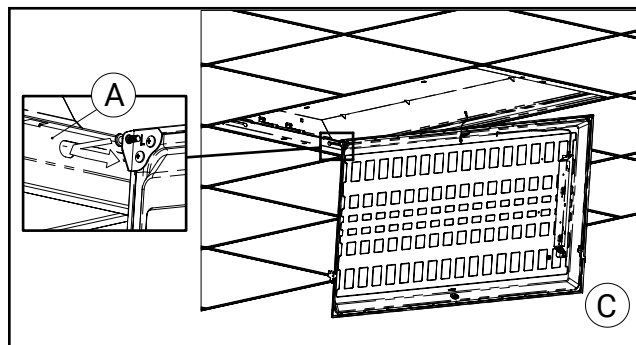

Figure 8.
8. Suivez les étapes ci-dessous pour suspendre le panneau DEL (C) aux rails d'ancrage (A) :
- Insérez complètement la vis à épaulement gauche au début de la rainure de clavette la plus éloignée sur le rail d'ancrage gauche, puis glissez-la environ à mi-chemin de la rainure (fig. 8).